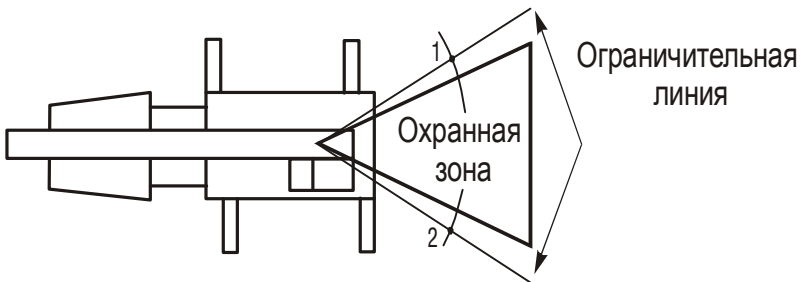

Рисунок 12 — Ввод ограничений по углу поворота
Ограничение по углу поворота — это ограничение положения стрелы в воображаемом секторе, центр которого совпадает с центром вращения крановой платформы, за пределы которого не должен выходить оголовок стрелы (рисунок 12).
- отметить воображаемый сектор, за пределы которого не должен выходить груз крана (с учетом инерции), и установить стрелу у левой границы этого сектора (рисунок 12, точка 1);
- установить стрелу у правой границы сектора (рисунок 12, точка 2);